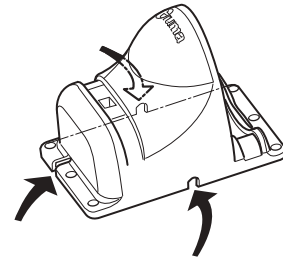

Fig. 52
- ⓘ Selon la situation de montage, le câble peut être passé au choix par l'un des trois évidements (Fig. 52) du support de prise de courant.